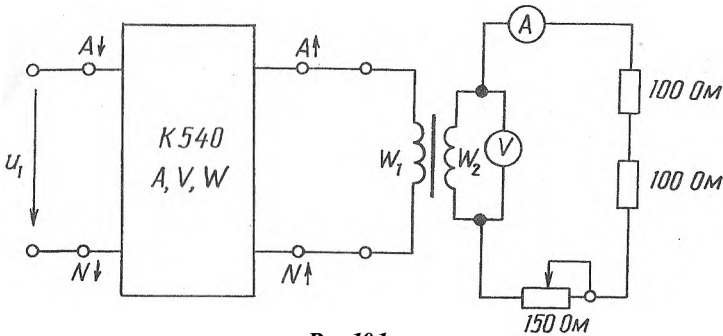

Рис. 10.1
3.4. Осуществить режим нагрузки (рис. 10.1.), подключив к выходным зажимам трансформатора резистор с переменным сопротивлением.